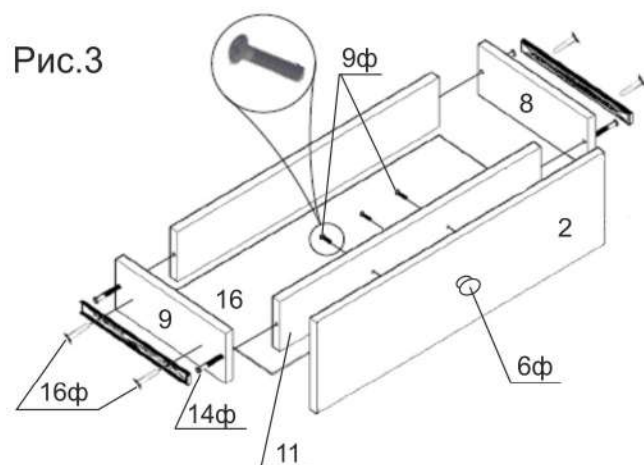

Рис.3
2. Собираем ящик. Евровинтами (14ф) соединить детали (8), (9), (10) и (11). Выровнять по диагонали ящик и приколотить с помощью гвоздей (4ф) дно ящика (16). Прикрутить фасад ящика (2) с помощью саморезов 3,5 x 30 (9ф) и ручки кнопки с винтом (6ф). На деталях (8) и (9) в намеченные отверстия прикрепить узкую часть направляющих (12ф) с помощью саморезов 3,5 x 16 (10ф) (Рис.3).
3. Вставить эксцентрики (12ф) в отверстия на полке (6), чтобы стрелка указывала на ближайший торец детали.
4. Прикрутите опоры (5ф) к дну обувницы (5) саморезами (10ф) 3,5 x 16. В намеченные отверстия на дне (5) закрепить ответные планки петель (15ф). С помощью саморезов (10ф). На полку (6) закрепить в намеченные отверстия магнитную защелку (16ф) саморезами (10ф).
5. Собираем корпус обувницы. Соединяем полку (6) и стенку (7) с помощью евроинтов (14ф). Крепим к получившейся конструкции боковые стойки (3) с помощью эксцентриковых стяжек (12ф). Далее закрепляем дно (5) с помощью евроинтов (14ф). Устанавливаем крышу обувницы (4).